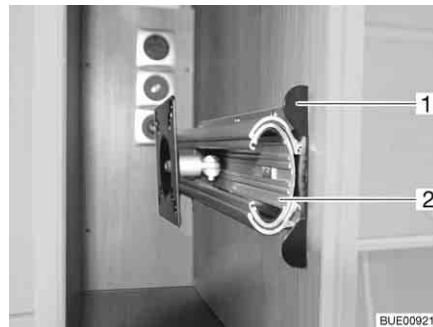

Fig. 89 Soporte en el armario de TV
- Hundir el listón de desbloqueo (Fig. 89,1).
- Extraer el dispositivo de extracción (Fig. 89,2) hasta el tope.
- Introducir el dispositivo de extracción (Fig. 89,2) hasta que engatille el listón de desbloqueo (Fig. 89,1).